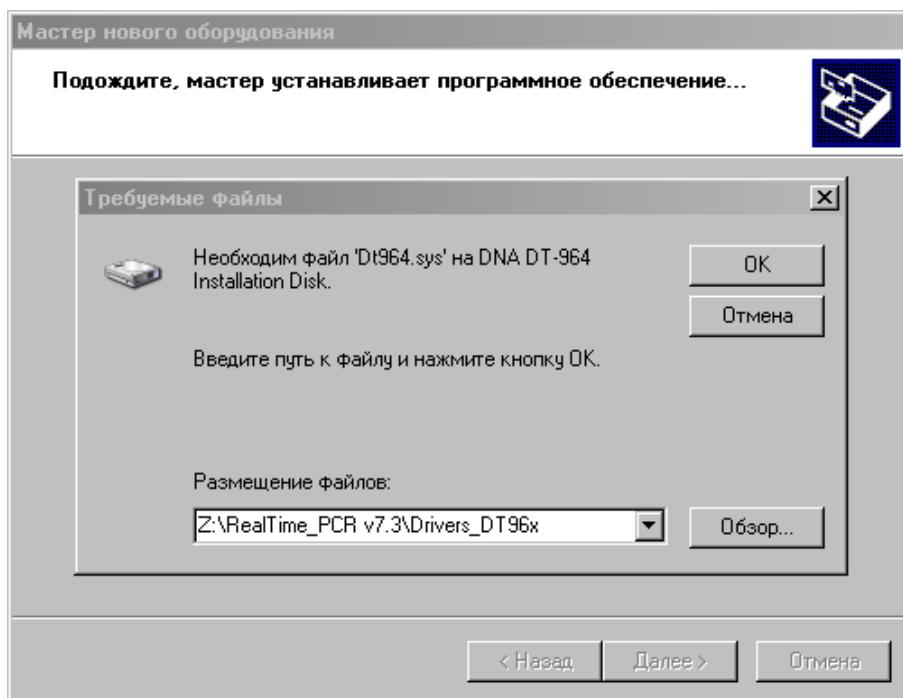

Рис.11. Поиск файла Dt964R.sys на флеш-карте.
- В следующем окне мастера (Рис.11) укажите путь к файлу Dt964.sys на флеш-карте, для чего нажмите кнопку **Обзор**.
- Убедившись, что путь к файлу в окне (Рис.11) указан правильно, нажмите кнопку **OK**.